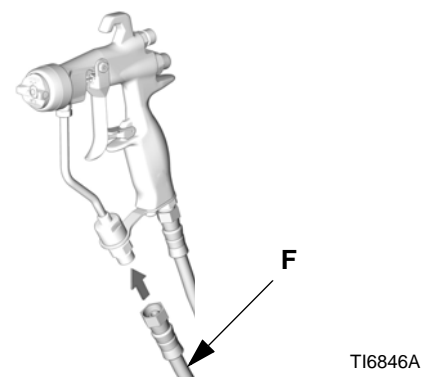

FIG. 4
2. Koble en maleslange (F) til pumpens væskeinntak. Se FIG. 4. Om ønskelig kan du montere en svivelkøpling (115898) på inntaket til pistolen for å gjøre den mest mulig manøvrerbar. Se Tilbehør, side 33.